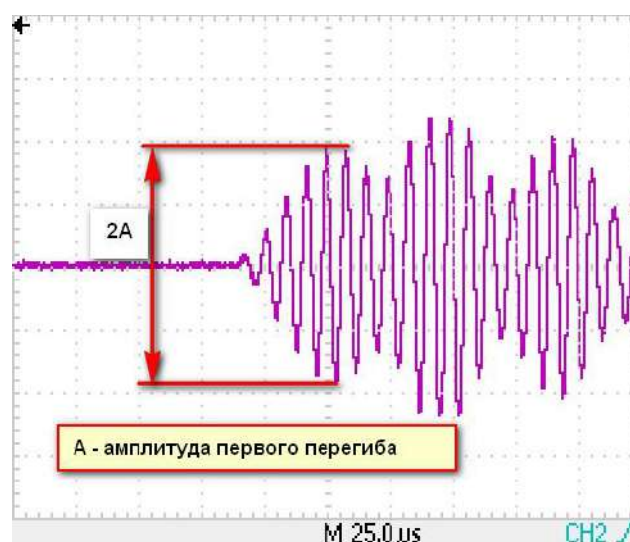

Рисунок 1.5
1.6.2 Система APУ обеспечивает поддержание на заданном уровне с заданным допустимым отклонением амплитуды первого перегиба информационного сигнала на выходе предварительного усилителя (рисунок 1.5).